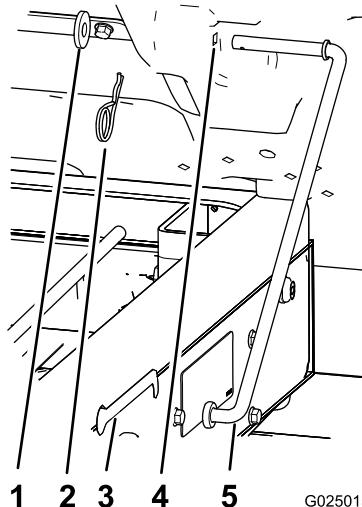

Bild 10
1. Entfernen Sie den Splint und die Scheibe, mit denen die Stützstange unten an der Ladepritsche befestigt ist (Bild 10).
2. Schieben Sie die Stützstange nach vorne, um sie aus der Halterung am Rahmen zu nehmen (Bild 10).